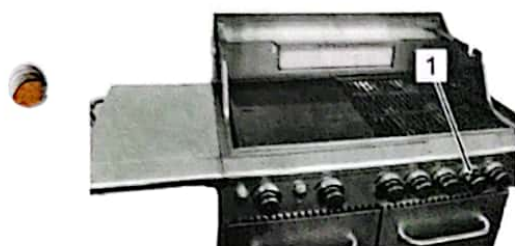

Abb. 20
6. Drücken Sie den Bedienknopf (Abb. 20/1) für den Brenner und drehen Sie den Bedienknopf auf das Symbol mit der großen Flamme. Dadurch werden kontinuierlich Zündfunken abgegeben und der Infrarot-Hinterbrenner wird gezündet.